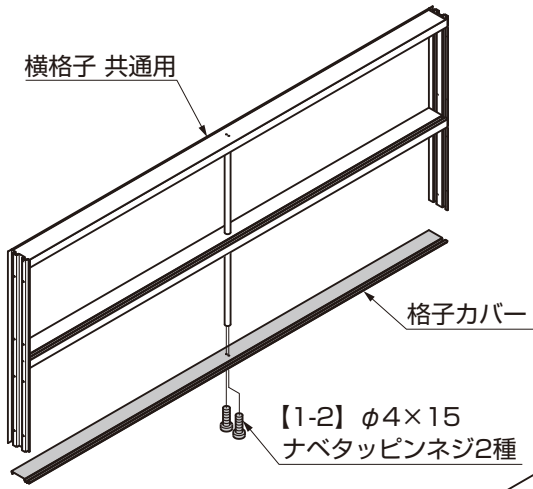

図5-9
- ① 格子カバーを横格子共通に【1-2】で取付けてください。(図5-9参照)
- ② 横格子用縦部材に横格子共通、横格子下段用の順に【1-1】で取付け(※3)てください。